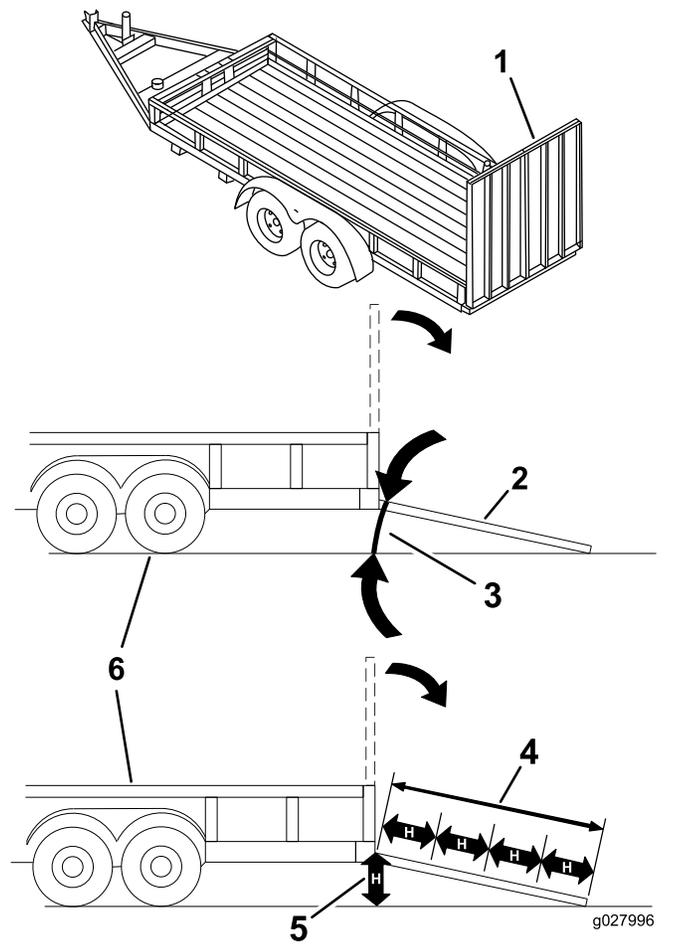

Figure 24
Le chargement de la machine sur une remorque ou un camion augmente le risque de basculement et donc de blessures graves ou mortelles (Figure 24).
3. Abaissez la rampe pour que l'angle avec le sol ne dépasse pas 15 degrés (Figure 24).
1. Abaissez la rampe pour que l'angle avec le sol ne dépasse pas 15 degrés (Figure 24).